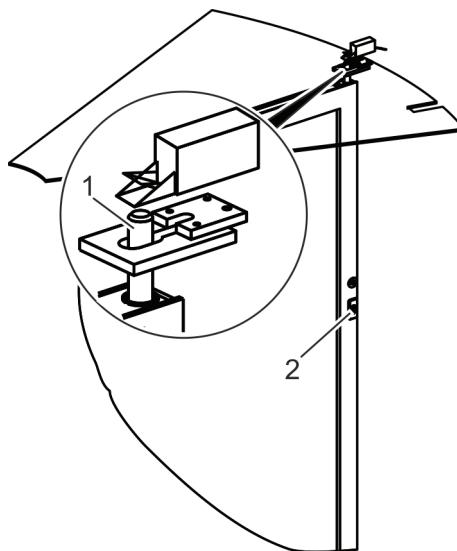

Рис. 29 Разблокировка блокировочного устройства со штангой (опция)
Разблокировать блокировочное устройство со штангой с помощью цилиндра замка (рис. 29/2).
- » Блокировочное устройство со штангой (рис. 29/1) расположено в створке.